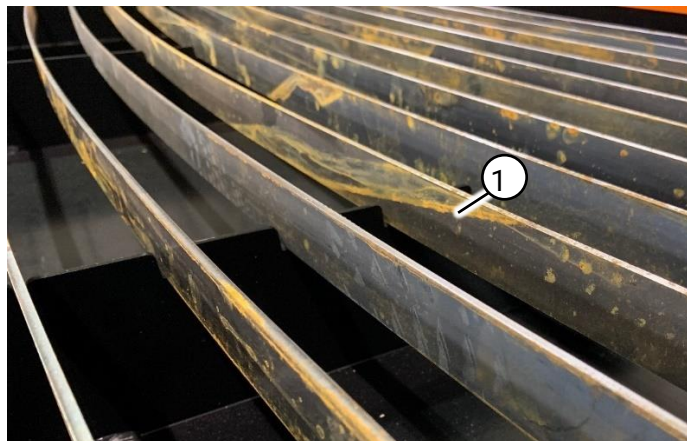

Fig. 23 Vulniveau voor de watertafel
2. Vul de watertafel tot 10 mm (3/8 in) onder de bovenkant van de draagstrips (Fig. 23 (1)).